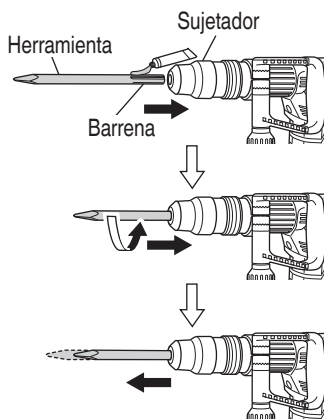

Fig. 2
- (1) Limpiar y engrasar la espiga con la grasa o aceite de máquina.
- (2) Para fijar la herramienta (espiga SDS max), insértela en el orificio hasta que entre en contacto con el extremo interior del mismo, como se muestra en la Fig. 2.
Tal como se muestra en la Fig. 2, tire de la empuñadura y extraiga la herramienta.